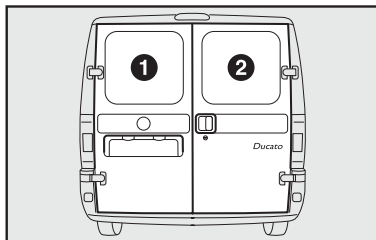

fig. 72
### Abertura manual da porta 2-fig. 72 pelo lado externo
### Fechamento manual da porta 2-fig. 72 pelo lado externo
### Abertura manual da porta (2) fig. 72 pelo lado interno (para algumas versões)
### Fechamento manual da porta (2) - fig. 72
### Abertura manual da porta (1) fig. 72
## Fechamento manual da porta (1) - fig. 72